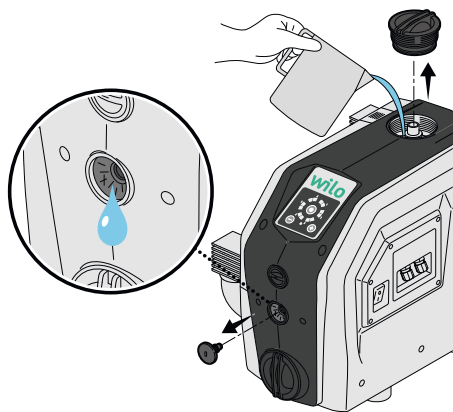

Fig. 8: Rellenar
2. Llene el producto de agua (aprox. 1,5 l) hasta que el agua salga por la abertura de aeración (Fig. 8).
4. Abra la llave de corte (pos. 1, 2).